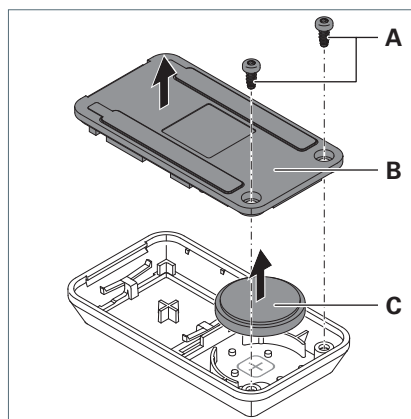

Fig. 33: Remplacement de la batterie.
- ▶ Dévissez les vis **A** de la paroi arrière **B** de l'élément de commande, voir Fig. 33.